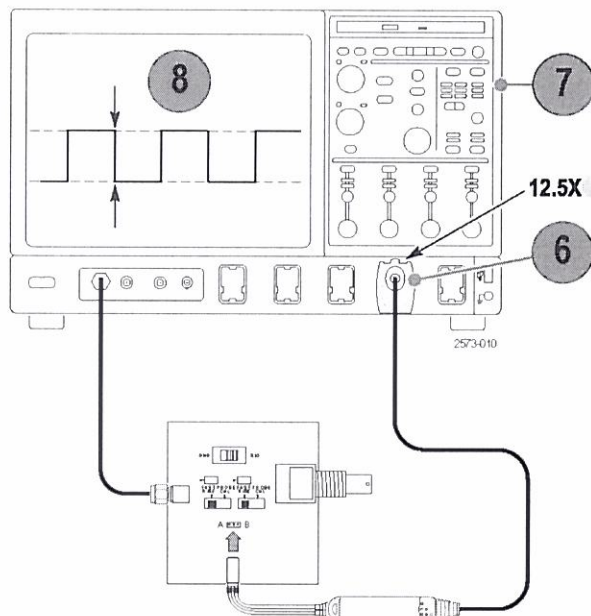

Рисунок 2
8.2.6 Включить коэффициент деления пробника 12,5X. Включить дифференциальный режим (A-B) (6) (см. рисунок 2).